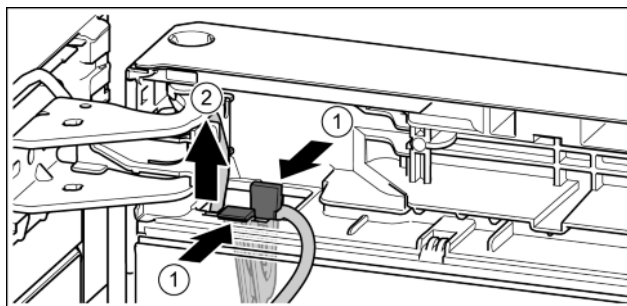

Fig. 20
- ▶ Nacisnąć nakładkę. Fig. 20 (1)
- ▶ Uchwyt kabla wyjąć w raz z zamocowanym kablem. Fig. 20 (2)